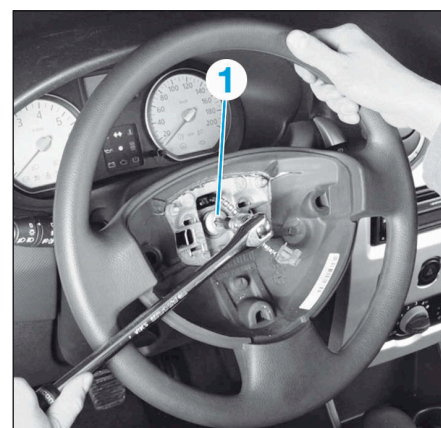

FIG.3
- A l'aide d'un tournevis Torx (T50), desserrer la vis (1) de quelques filets (Fig.3).
- Déposer la vis (1).